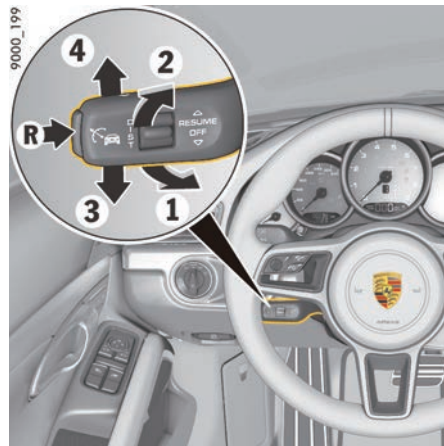

图 255: 自适应巡航定速控制系统 (ACC) 的操纵杆
1. 向前拨动方向盘上的操纵杆（第 295 页的图 255，位置 **1**）。
- ▶ 短按方向盘上的操纵杆（第 295 页的图 255，位置 **1**）。
- ▶ 朝方向盘轻拉方向盘上的操纵杆（第 295 页的图 255，位置 **2**）。